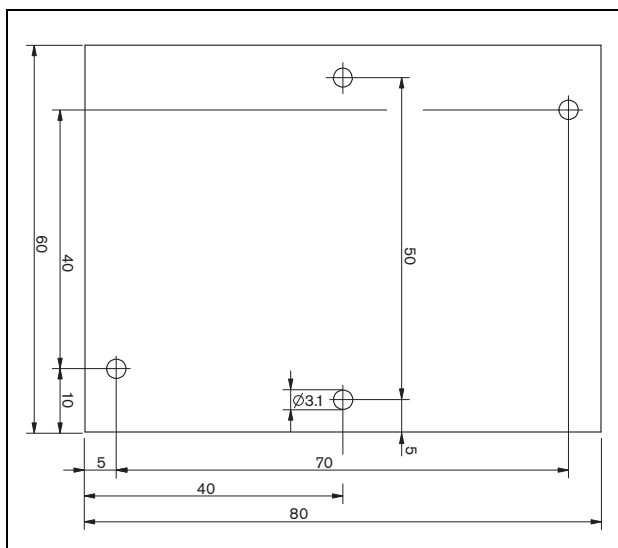

figura 12.5: Dimensioni della scheda a circuito stampato (PCB) di supervisione slave
- 1 Utilizzare i fori presenti nella scheda di supervisione-slave (vedere figura 12.5) per installarla in un altoparlante. Le bobine sulla scheda a circuito stampato (PCB) di supervisione-slave devono essere mantenute alla distanza di 30 mm o superiore dal magnete dell'altoparlante e ad una distanza di 50 mm o superiore dal trasformatore dell'altoparlante, altrimenti i campi magnetici possono disturbare il corretto funzionamento della scheda.